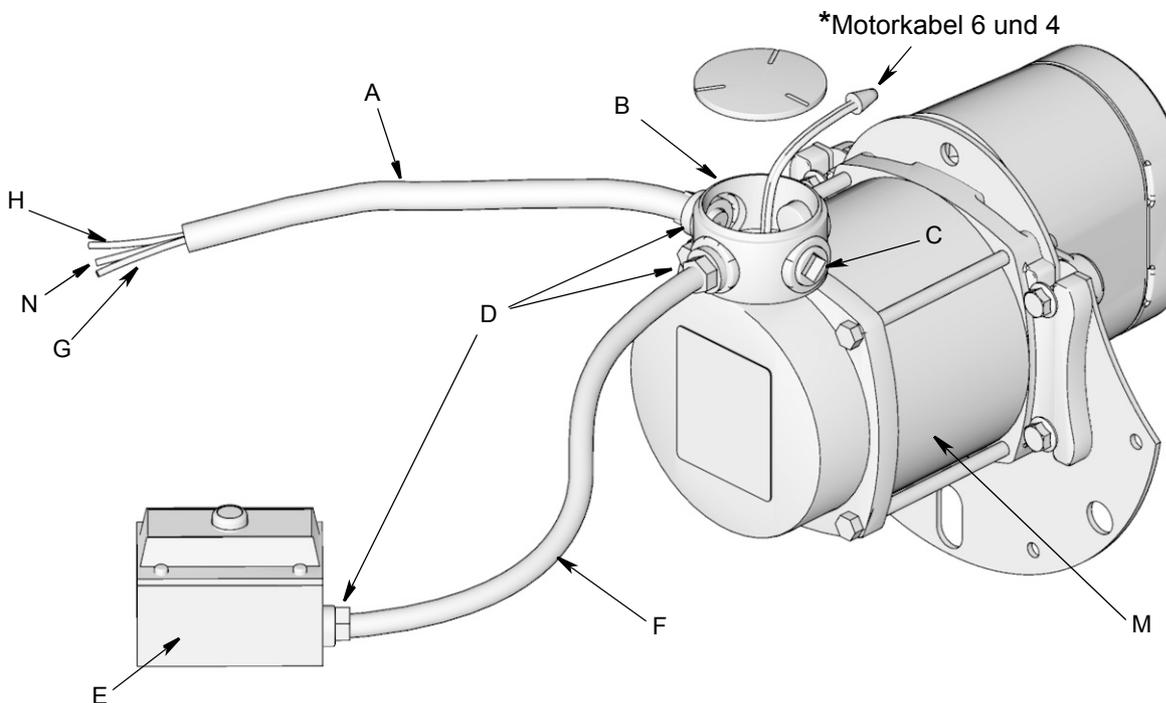
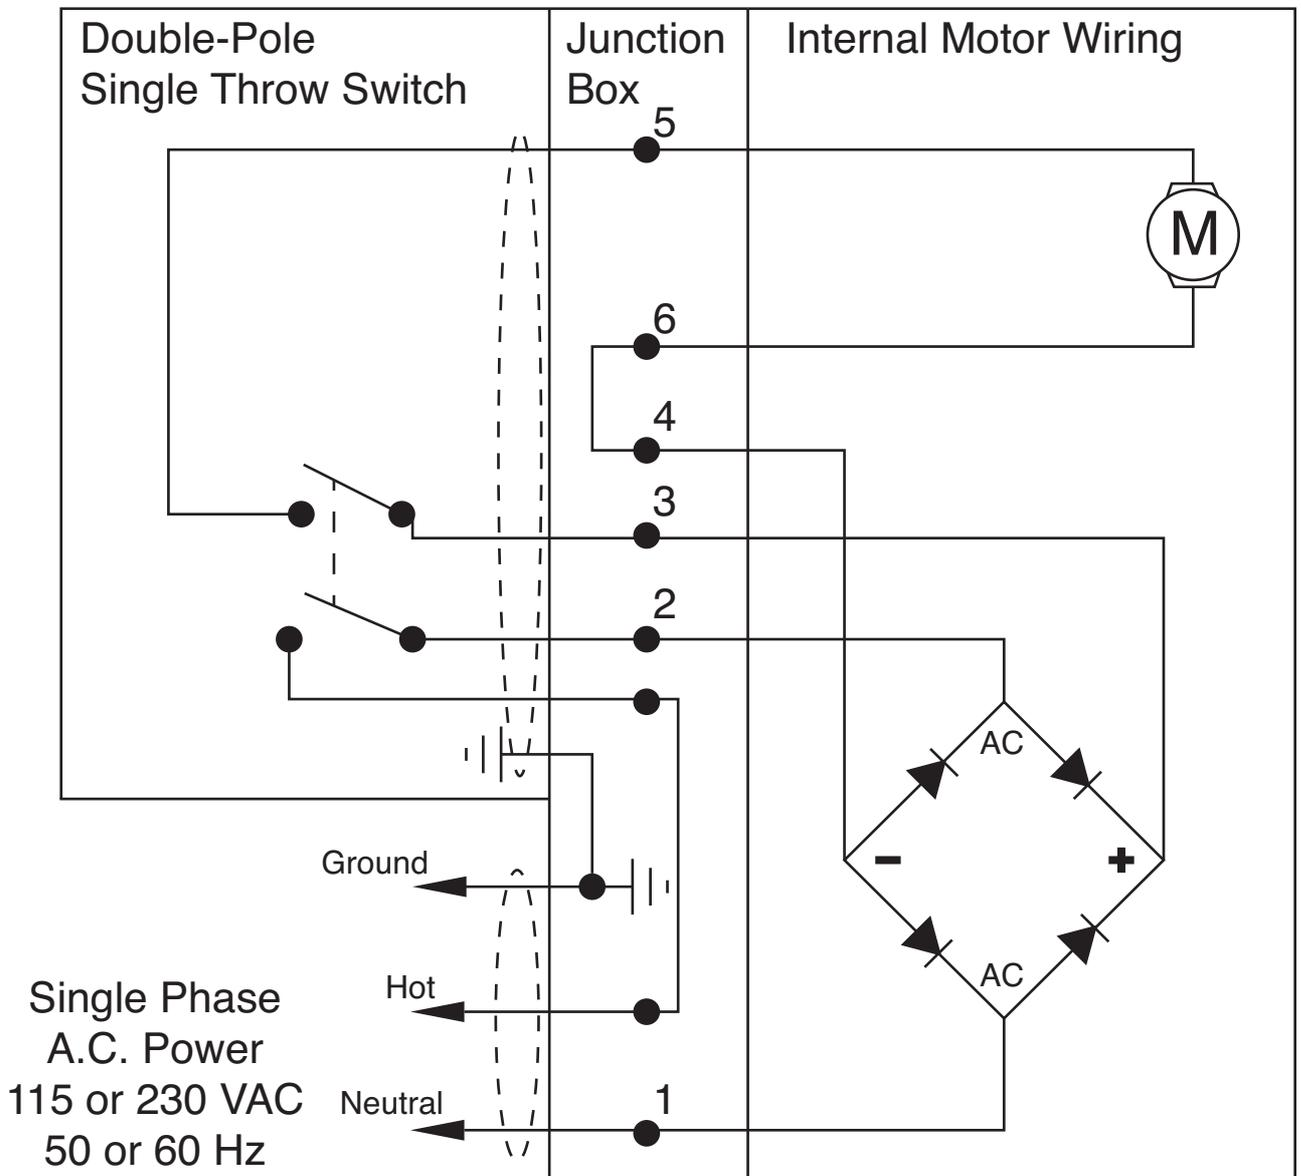

FIG. 10
FIG. 11
Schaltplan in FIG. 10 und Stromlaufplan in FIG. 11 befolgen.
- c. Dünne Schicht Schmiermittel auf O-Ring (18) auftragen.
- d. Auslass (17) an Trommel installieren.
- e. Schrauben (19) wieder installieren. Alle vier Schrauben sicher festziehen. Schrauben mit 32,54-40,67 N•m (24-30 ft-lbs) festziehen.
- Elektro-Motoren - AC-Modelle tauschen Leitung 5 und 6 (FIG. 11 auf Seite 23).